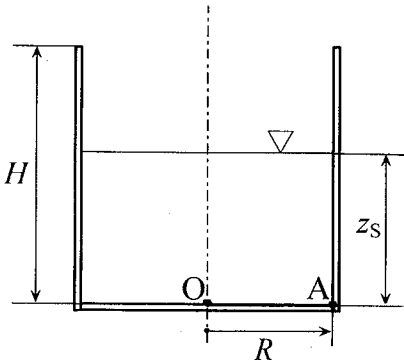

図 1 静止状態
図 1 に示すように、半径 R [m]、高さ H [m] の円筒状容器に底面から高さ z_s [m] まで水 (一様密度 ρ [kg/m³]) が入っており、静止状態にある。まず、この静止状態にある水について、次の (1) と (2) の問いに答えよ。ただし、重力加速度を g [m/s²]、周囲の大気圧力を p_a [Pa] とする。なお、本選択問題における圧力はすべて絶対圧とする。
- (1) 容器底面 (円板面) の中心点 O 並びに外周端部 A における圧力をそれぞれ求めよ。
- (2) 水面は圧力が p_a の等圧面である。容器底面が等圧面であるかどうかを理由とともに記せ。